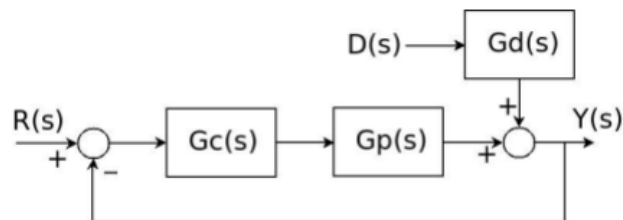

Figura 3.1 Diagrama de Bloques de lazo realimentado
1. Construya un diagrama de bloques en Simulink para la implementación de un lazo de control; formado por un proceso y controlador, dados por $G_p(s)$, $G_d(s)$ y $G_c(s)$, como se muestra en la figura 3.1.